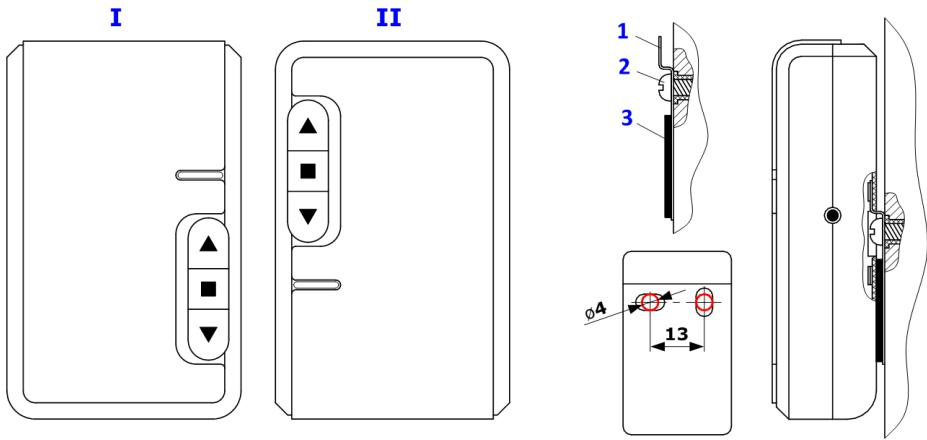

Рисунок 2 - Монтаж блока управления CURD-2 (размеры указаны в миллиметрах)
При монтаже возможны варианты I и II (Рисунок 2) расположения блока управления. Для монтажа блока управления в комплекте поставляются кронштейн 1 (Рисунок 2), два дюбель – шурупа 2, kleящаяся двухсторонняя лента 3.
- Закрепить кронштейн 1 (Рисунок 2) дюбель – шурупами 2.
При варианте I (Рисунок 2) расположения блока управления команды с кнопки пульта используемой при записи будут выполняться в последовательности: "открыть – стоп – открыть – стоп – открыть - ..."; команды со следующей по часовой стрелке кнопки пульта будут выполняться в последовательности: "закрыть – стоп – закрыть – стоп – закрыть - ...".
При варианте II (Рисунок 2) расположения блока управления команды с кнопки пульта используемой при записи будут выполняться в последовательности: "закрыть – стоп – закрыть – стоп – закрыть - ..."; команды со следующей по часовой стрелке кнопки пульта будут выполняться в последовательности: "открыть – стоп – открыть – стоп – открыть - ...".
- Снять блок управления с кронштейна 1 (Рисунок 2).